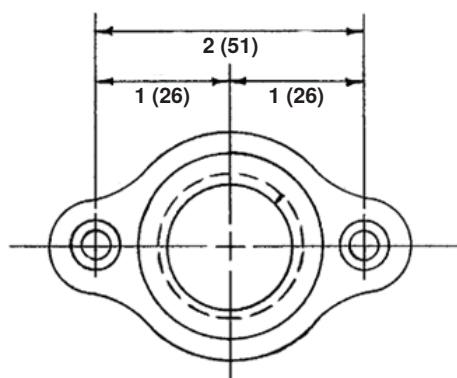

Figure 27. Écrou de rebut
1. En utilisant l'écrou de déchets (voir Figure 27) comme gabarit, percez trois trous—un trou de drainage de 3/4 de pouce et deux trous de fixation de 1/4 de pouce dans le bac inférieur de l'armoire de la fournaise.